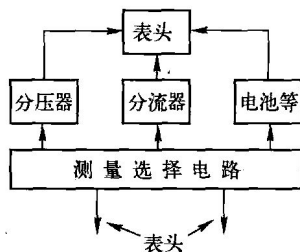

图 1-6 指针式万用表基本电路
指针式万用表的基本电路如图1-6所示,由5大部分组成:①表头及表头电路,用于指示测量结果;②分压器,主要用于测量交、直流电压;③分流器,主要用于测量直流电流;④电池、调零电位器等,用于测量电阻;⑤测量选择电路,用于选择挡位和量程。